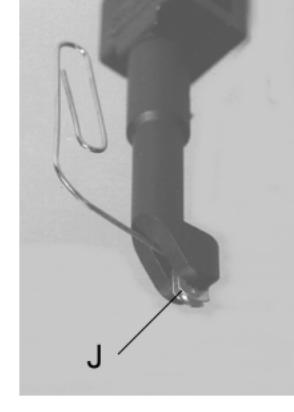

Abbildung 4
Das Schneiderad kann für lange Zeit benutzt werden, wenn es korrekt behandelt wird und keinen Schaden nimmt. Wenn notwendig, kann es leicht ersetzt werden. Mit einer Papierklammer (J) hebeln Sie das Rad und seine Metallklammer aus dem Schlitz im Schneidekopf, siehe Abbildung 4. Schieben Sie eine Ersatzradeinheit (Bestellnummer 03-131) soweit wie es geht in den Schlitz.